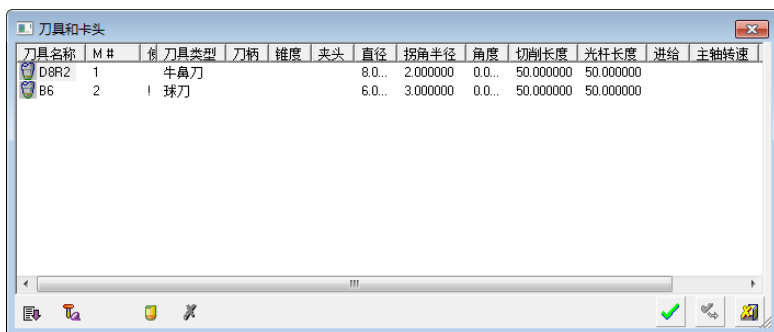

图 5-134 “刀具和卡头”对话框（2）
3) 选择刀具。单击“刀具和夹头”按钮，弹出“刀具和卡头”对话框（2），选择 D8R2 牛鼻刀，如图 5-134 所示。